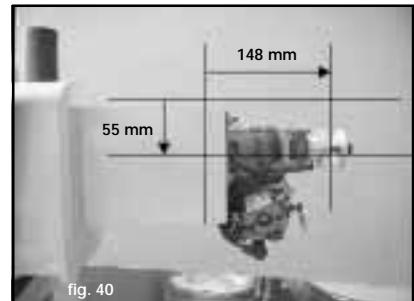

fig. 40
Install the motor as shown in Fig. 40.
*Monteren de motor zoals afgebeeld in Fig. 40.*
*Let op: Het is soms nodig gewicht in neus of staart te steken om het zwaartepunt (ZP) aan te passen. Bij de eerste vlucht raden wij aan het ZP naar voor te leggen.*
Installez le moteur comme indiqué sur la Fig. 40.